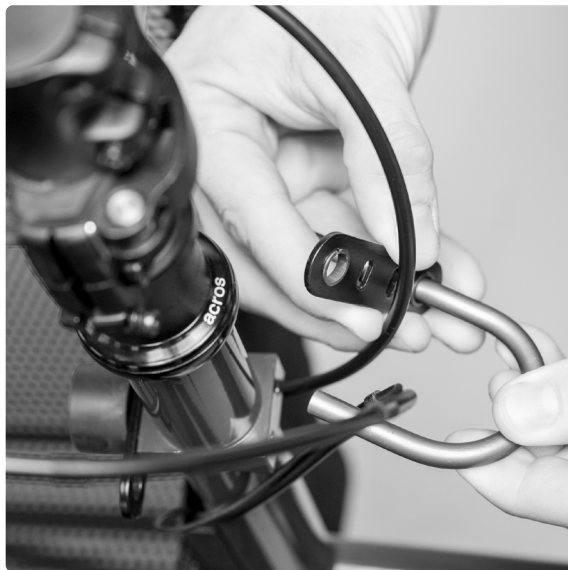

ABB. 4
- 4 Wenn du eine Bügelspitze abgeschraubt hast, kann der Bügel aus dem Blech und die Absteckung ganz vom Rad gelöst werden. (Abb. 4)